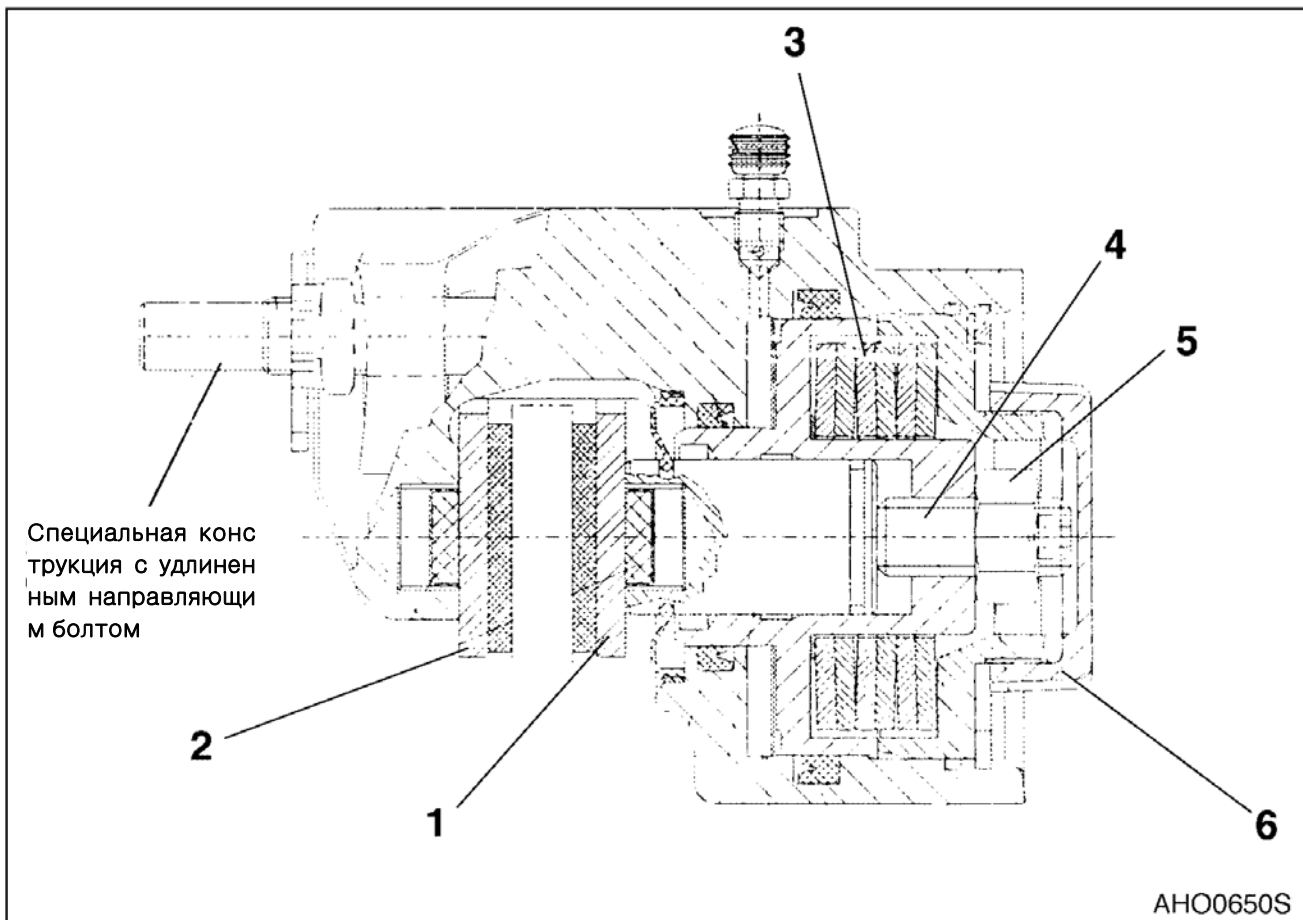

Рис. 36
- Освободить зажимную гайку (5, рис. 36) и повернуть регулировочный винт (4) против часовой стрелки до освобождения тормозного диска.
- Установить зажимную гайку (5, рис 36 и 6) и винтовую крышку (6) и затянуть то и другое, как можно сильнее. Это обеспечит защиту узла стояночного тормоза от грязи.
Во время процесса регулирования стояночный тормоз должен быть отключен, т.е. набор тарельчатых пружин (3, рис. 36) должен быть полностью предварительно растянут.
- Освободить зажимную гайку (5, рис. 36), размер 24 или 30, и вращать регулировочный винт (4) торцовым ключом (размер 8 или 10) по часовой стрелке до тех пор, пока две тормозные колодки (1) и (2) придут в контакт с тормозным диском.
- Повернуть регулировочный винт (4, рис. 36) против часовой стрелки и установить зазор, указанный в следующей таблице.
- Удерживая регулировочный винт (4, рис. 36) с помощью шестигранного торцевого ключа, зафиксировать его зажимной гайкой (5).
- Установить крышку с резьбой (6, рис. 36) и затянуть как можно сильнее рукой.